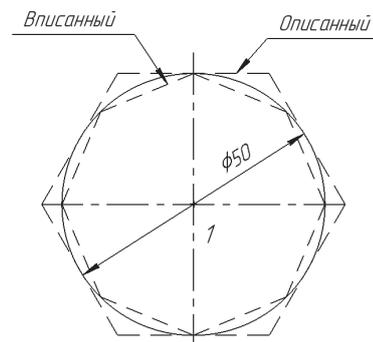

Рис. 1.16-2
2. Указать центр в точке *1* (рис. 1.16-2).